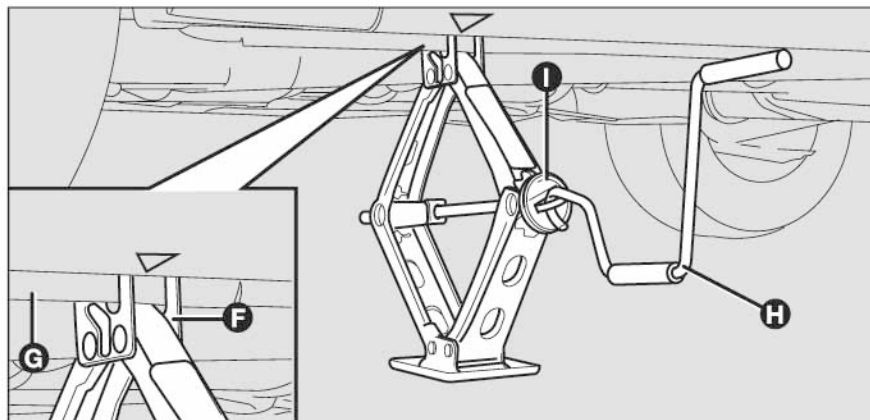

Рис. 5
- следите, чтобы прорезь **F (рис. 5)** наконечника домкрата совпала с гребнем **G** порога кузова;